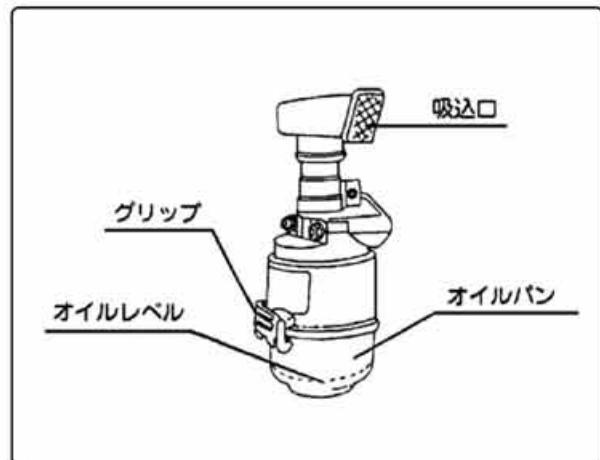

図36
- ①グリップを外しオイルパン及びエレメントを取り外してください。(図36)